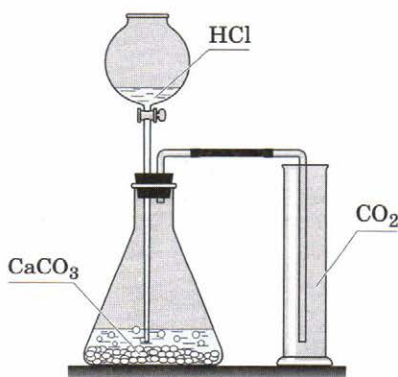

Рис. 62. Углекислый газ собирают в сосуд методом вытеснения воздуха
Собирают углекислый газ в сосуд методом вытеснения воздуха, так как оксид углерода (IV) почти в 1,5 раза тяжелее его (рис. 62).